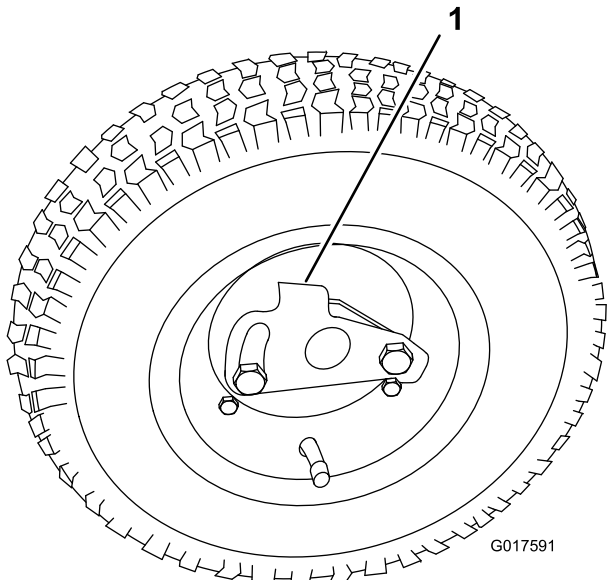

Figura 10
- Gire el clip de retención de la rueda alejándolo del centro de la rueda, dejando que esta entre más en el eje (Figura 10).